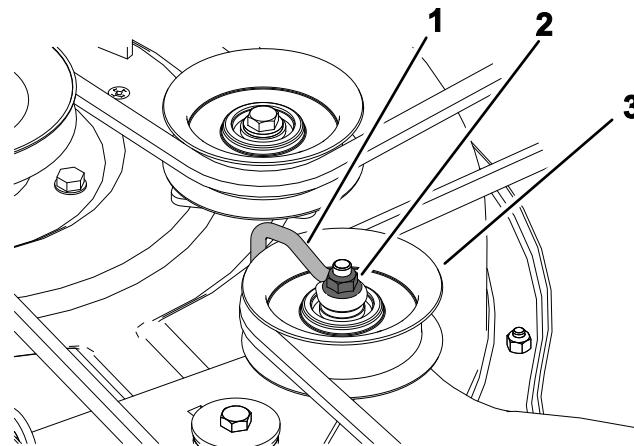

Figure 56
1. Couvercle 2. Vis (3)
6. Desserrez l'écrou qui fixe le fil métallique à la poulie de tension (Figure 56).